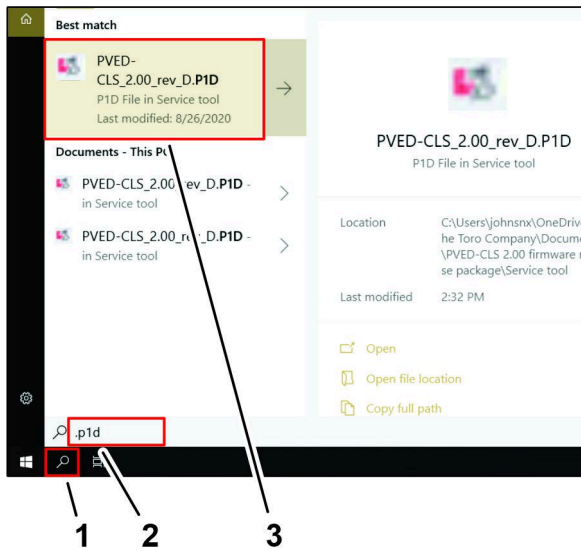

図 37
2. Windows タスク バーで、検索アイコン (図 37) をクリックします。
3. [検索するにはここに入力] テキスト ボックスに .P1D と入力し、Enterキー (図 37) を押します。
4. PVED-CLS_2.00_rev_D.P1Dアイコンをクリックします (図 37)。